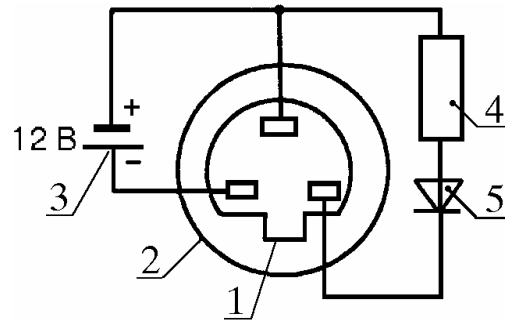

Рис. 8. Электрическая схема проверки спидометра:
7.2.1. Проверить датчик скорости, подсоединив его к светодиоду по электрической схеме, указанной на рис. 8, и прокручивая валик датчика.